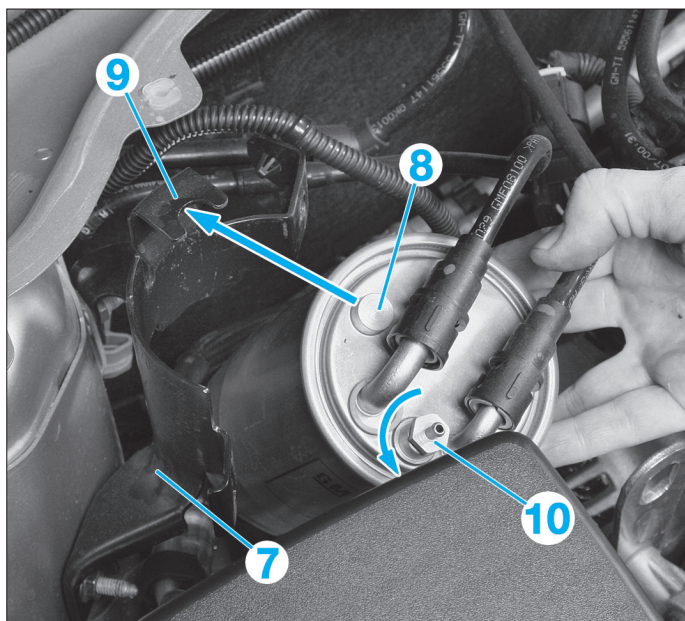

Fig. 38
- Reposer le capteur (6) sur un filtre à carburant neuf et rebrancher son connecteur (5).
- Rebrancher les tuyaux d'arrivée (3) et de sortie (4) du filtre à carburant.
- Poser le filtre à carburant sur le support (7) en veillant à bien mettre l'ergot (8) dans la gorge (9) (Fig.38).
- Reposer l'étrier (2) puis reposer la vis (1).
- Brancher une durit sur le purgeur (10) du filtre à carburant (Fig.38).
- Ouvrir le purgeur (10) de deux tours.
- Fermer le purgeur (10) lorsque le carburant s'écoule sans eau.